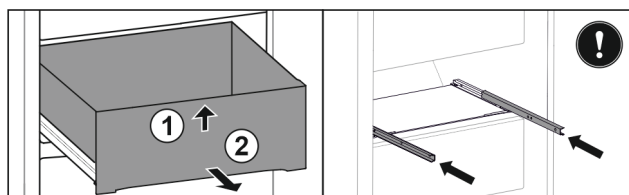

Fig. 134
- Soulever la partie avant du tiroir. Fig. 134 (1)
- Retirer le tiroir par l'avant. Fig. 134 (2)